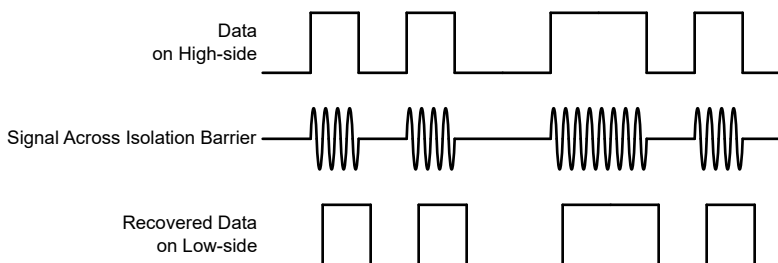

图 7-4. 基于 OOK 的调制方案
AMC23C11 使用开关键控 (OOK) 调制方案 (如图 7-4 所示), 跨过基于 SiO_2 的隔离栅来传输比较器输出状态。功能方框图所示发送驱动器 (TX) 跨过隔离栅发送一个内部生成的高频载波来表示数字一, 不发送信号则指示数字零。